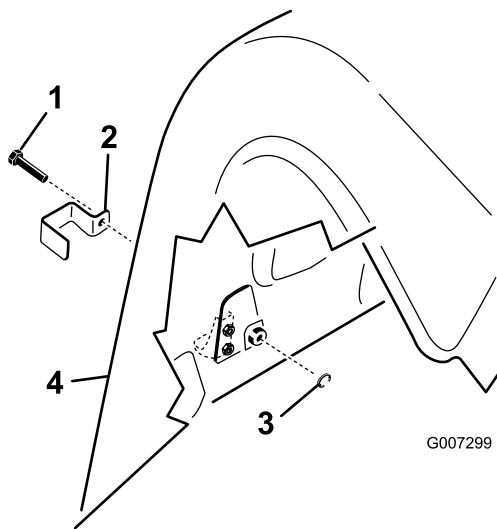

Figura 18
- En el modelo ProCore 864, instale un soporte de enganche sobre los enganches del capó superior e inferior trasero derecho e izquierdo con un perno de rosca (4 en total); consulte Figura 18.
2. En el modelo ProCore 1298, instale un soporte de enganche sobre todos los enganches del capó inferior trasero y el enganche del capó superior exterior en las cubiertas derecha e izquierda con un perno de rosca (3 por cabezal de perforación, 6 en total); consulte Figura 18.
3. Usando un alicate o una llave inglesa ajustable, enrosque una arandela de freno con dientes internos sobre cada perno (1-2 vueltas) para sujetar el enganche (Figura 18).